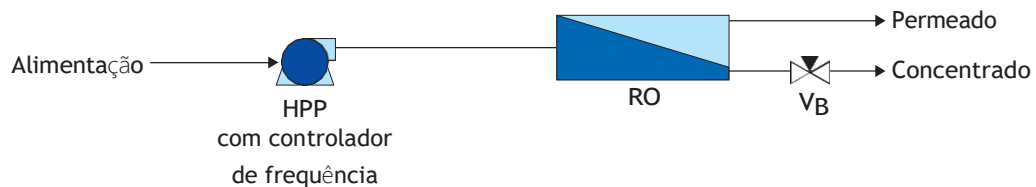

Figura TMM-220-4:
- 4) Sistema de bomba centrífuga com motor controlado por frequência (Figura TMM- 220-4)